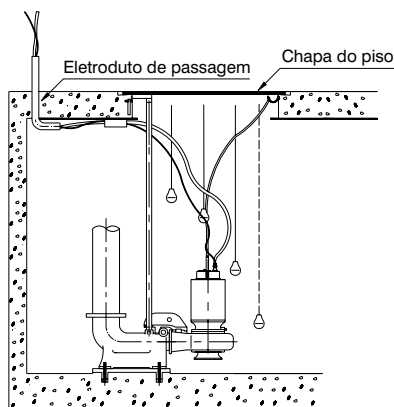

Fig. 13
3.8. Instalação dos Cabos (Fig. 13)